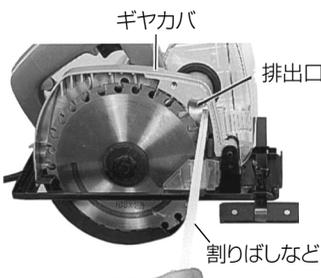

図 15
- 排出口に詰まった切りくずを割りばしなどで取除きます。(図 15)